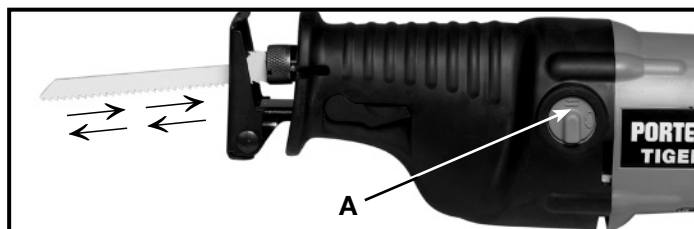
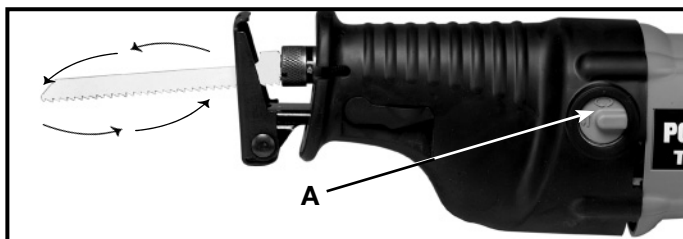

Fig. 10
Fig. 11
Le **Modèle 748** est pourvu d'une lame à deux mouvements : vous avez le choix entre un mouvement alternatif droit, comme illustré à la Fig. 10, ou un mouvement orbital comme illustré à la Fig. 11. Le mouvement alternatif droit doit être utilisé pour toutes les opérations de coupe des métaux, et pour les applications de coupe du bois là où le fini importe davantage que la vitesse. Le mouvement orbital sert à la coupe rapide du bois.
Pour régler la scie au mouvement alternatif droit : tournez le bouton (A) Fig. 10, en sens horaire, de manière à ce que la barre soit verticale (le symbole opposant de flèche en haut), comme illustré à la Fig. 10.
Pour régler la scie au mouvement orbital : tournez le bouton (A) Fig. 11, en sens anti-horaire, de manière à ce que la barre soit horizontale (le symbole ovale de flèche en haut), comme illustré à la Fig. 11.
▲ AVERTISSEMENT Ne pas utiliser l'outil si le bouton (A) fig. 10 & 11 sont cassés comme a expose des parties en metal peuvent être faites la vie si la lame coupe dans le fil sous tension dans un mur.